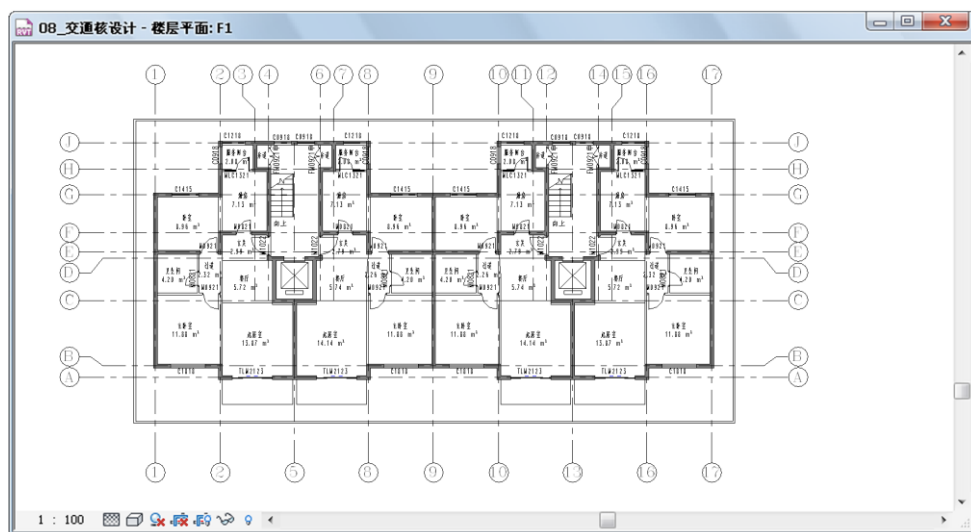

图 3-41
- 2) 确保打开平面视图 F1，为了快速的为轴网添加尺寸标准，需要单击“常用”选项卡>“构建”面板>“墙”工具，单击“绘制”面板>“矩形”工具，从左上至右下绘制如图 3-41 所示的矩形墙体，保证跨越所有轴网，绘制完成后右键“取消”结束墙体绘制。